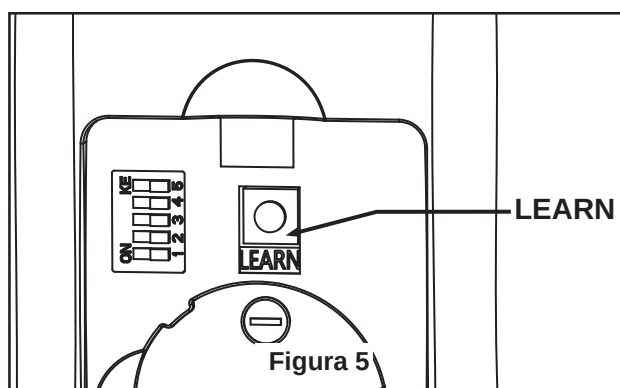

Figura 5
4. Una vez haya hecho las conexiones, coloque los cables hacia arriba y empújelos cuidadosamente hacia dentro de la caja de la toma de corriente, poniendo los cables blancos y verdes a un lado de la caja y los negros hacia el otro lado. Los cables deben ser colocados de forma extendida poniendo el conductor de la toma de tierra y el conductor de toma de tierra del equipo a un lado de la caja, colocando el conductor sin toma de tierra en el otro lado de la caja. (Figura 5)
- ☐ 5. Instale el conector 2 de pasadores desde unidad de luz LED conexión a la unidad del motor. Instale la unidad de luz LED sobre la unidad de la placa de luz utilizando las dos ranuras principales de la placa de conexión. Vuelva a colocar el tercer tornillo y asegure los tres tornillos. (Figura 5)
7. **Configuración del mando a distancia y proceso de configuración de la velocidad (RPM): (Figura 5)**